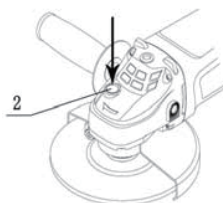

Рисунок 5
Д. С силой нажмите блокировочную кнопку шпинделя (2) и удостоверьтесь, что шпindel неподвижен. Затем, пока нажата блокировка шпинделя, отверткой затяните внешний фланец по часовой стрелке (13). (Рисунок 5).